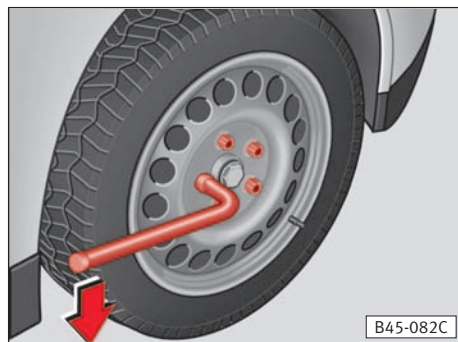

Fig. 176
- Meter la llave hasta el tope sobre el tornillo de rueda ⇒ fig. 176 y girarla a la izquierda, cogiéndola lo más cerca posible de su extremo.